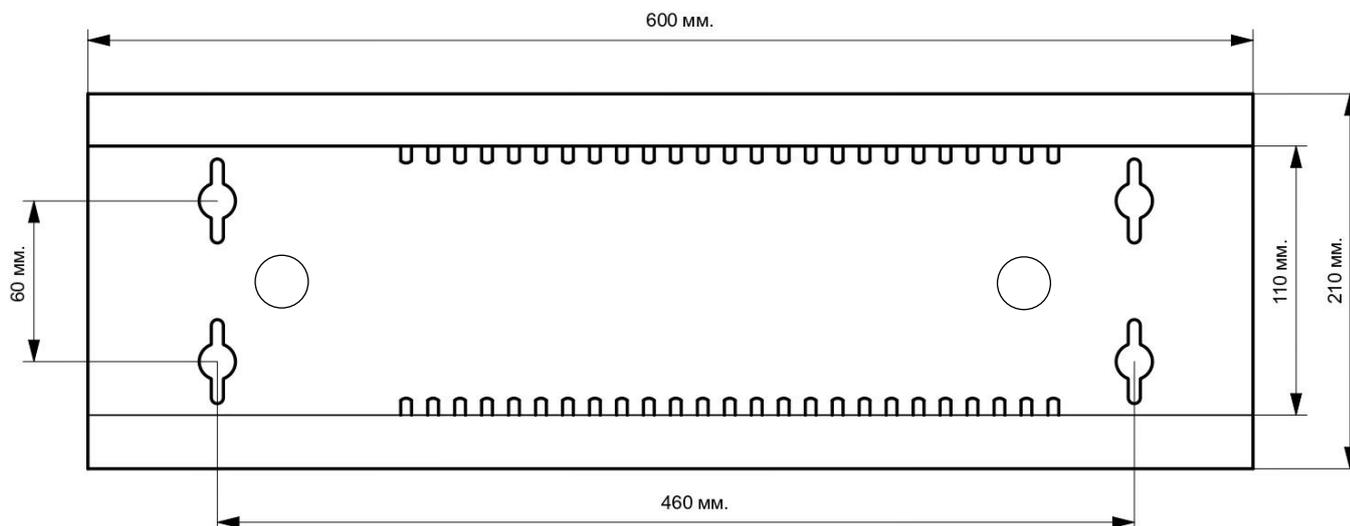

Рисунок 4. Монтажная схема крепления
16. Закрепить заднюю панель корпуса на стене через проушины с помощью саморезов (см.рис.4).